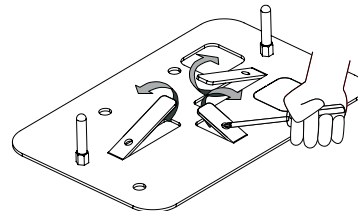

Abb. 4C
- 3) Die Verankerungshaken mithilfe eines Schraubendrehers (Abb. 4C) abdrehen und abnehmen.